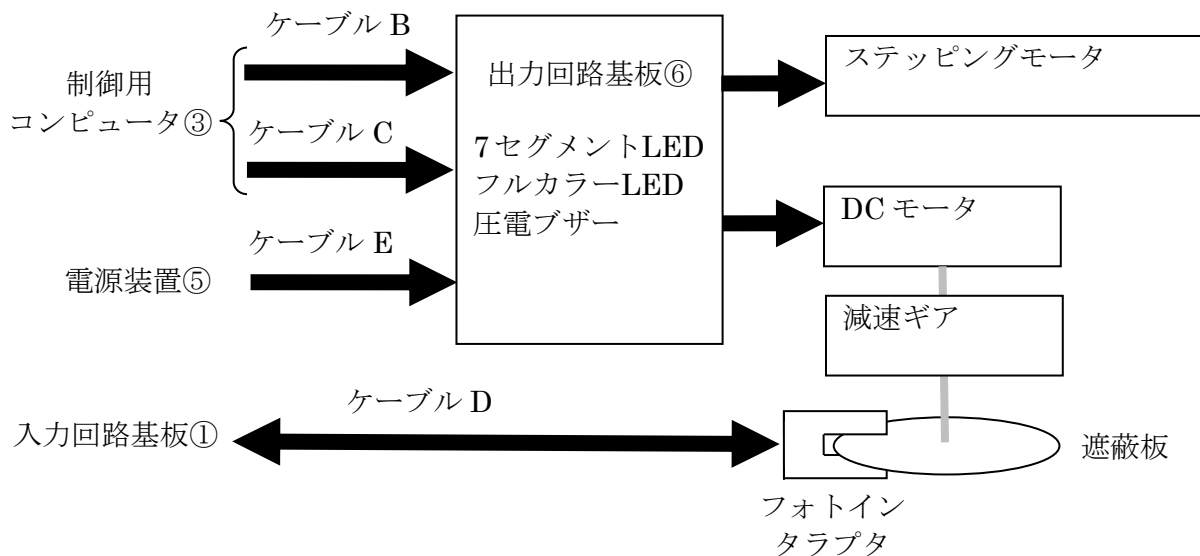

図2 制御対象装置②の構成図
- 入力回路基板①と制御用コンピュータ③を、ケーブル A で接続する。ケーブル A により、入力回路基板①に 5V の電源を供給する。
- 入力回路基板①と、制御対象装置②に実装されている透過型フォトインタラプタ（以下、フォトインタラプタという）を、ケーブル D で接続する。ケーブル D により、フォトインタラプタに 5V の電源を供給する。
(2) 制御対象装置②
制御対象装置②の構成を図 2 に示す。制御対象として、7セグメントLED、フルカラーLED、圧電ブザー、ステッピングモータ、DCモータ、フォトインタラプタを含む。